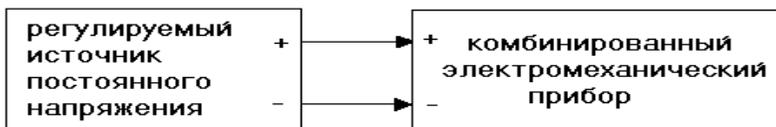

Рис. 1.1
Для измерения постоянного напряжения собирается структурная схема (рис. 1.1).
1.5. Подсоединить соединительными проводами измерительный прибор к источнику согласно рис. 1.1, при этом необходимо строго соблюдать полярность, т. е. плюс измерительного прибора подсоединяется к плюсу источника, а минус – к минусу.